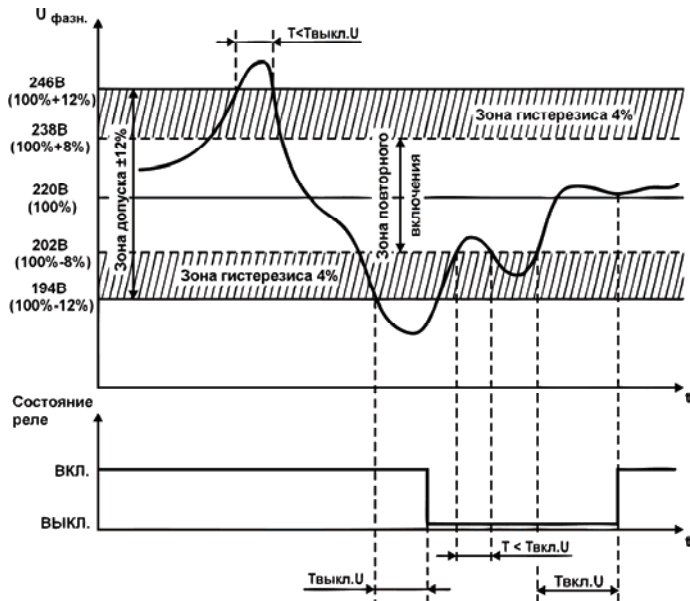

Рисунок 3 – Работа канала контроля напряжения при установленной зоне допуска в $\pm 12\%$ и гистерезисе 4% от номинального в 220 В
– Если в процессе работы текущее значение $U_{\text{фазн}}$ выходит из зоны допуска (рисунок 3), то прибор сигнализирует об этом погасанием светодиода **U!** и начинает отсчет **времени задержки выключения** выходного реле $T_{\text{выкл.У}}$, величина которого (2,5; 5 или 7,5 с) задается при программировании прибора. В случае возврата напряжения в зону допуска до истечения времени $T_{\text{выкл.У}}$ реле останется во включенном состоянии, а светодиод снова начнет мигать каждые 2,5 с. В противном случае светодиод **U!** включается в момент выключения реле, по истечении времени срабатывания защиты.
4.2.3 При необходимости изменения значения **времени задержки включения реле после перегрузки по напряжению** $T_{вкл.U}$ (рисунок 3) установите на коммутаторе "XP1" перемычки в положение "2" и "3".
4.2.4 При необходимости изменения **времени задержки срабатывания защиты по напряжению** $T_{\text{вык.}U}$. (рисунок 3) установите на коммутаторе "XP1" перемычку в положение "1".